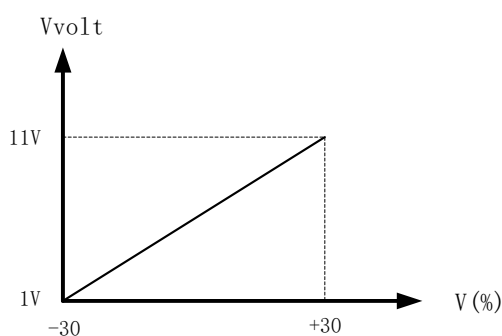

图 4-23 信号等效电路
6. 焊机一元化模式实际设定电压修正值与焊机电压模拟量接收值之间的对应关系如图 4-23 所示。